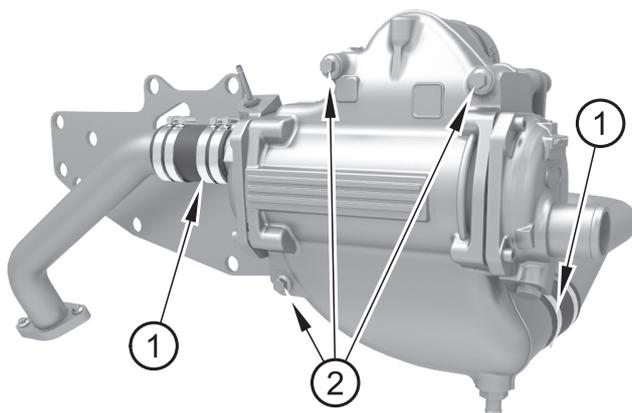

Abbildung 22
2. Lösen Sie die Schlauchschellen (Abbildung 22, Nummer 1).